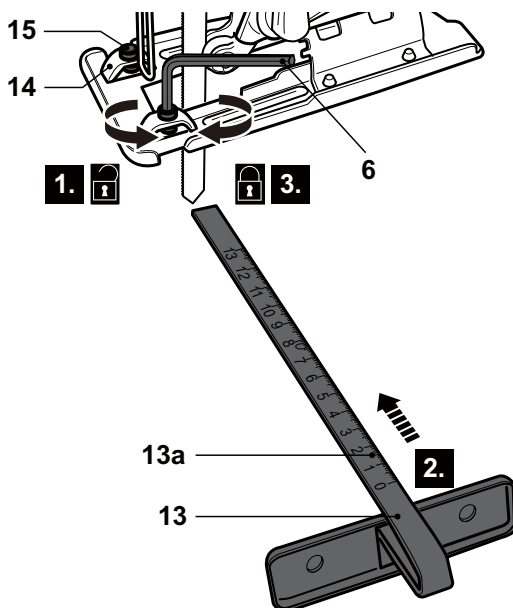

Fig. 2
- > Desaperte os 2 parafusos de cabeça sextavada (15) com a chave sextavada (6) (Fig. 2, passo 1).
- > Alinhe a guia paralela (13) com os suportes (14) e coloque-a (13) através dos mesmos (Fig. 2, passo 2).
- > Aperte os parafusos de cabeça sextava (15) para fixar a guia paralela (13) na posição (Fig. 2, passo 3).